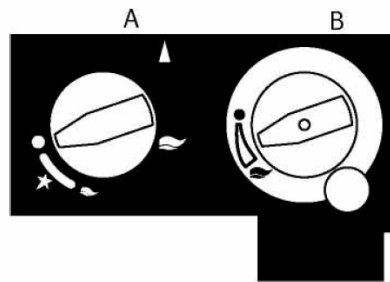

Fig. 21
- 1) Druk in en draai de bedieningsknop A (zie fig. 21) van positie ● linksom naar positie ▲ (kleine vlam). U hoort dan één tik en een vonk springt over. Houd de knop enige tijd ingedrukt zodat lucht uit de leiding kan ontsnappen;